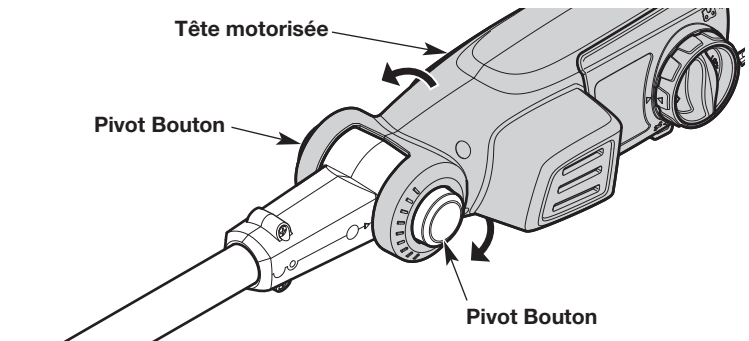

Fig. 4
1. Appuyez sur les deux boutons de pivotement et maintenez-les enfoncés (Fig. 4).
2. Faites pivoter la tête motorisée jusqu'à l'obtention de l'angle désiré (Fig. 4).